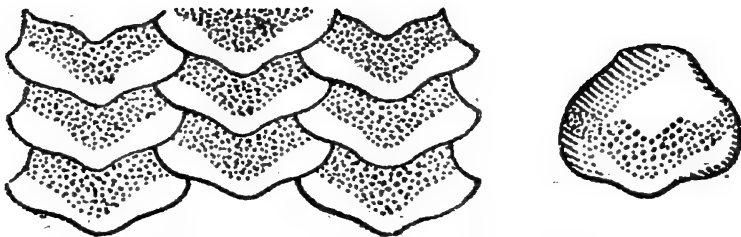

Fig. 3. — Écailles de goujon.
**3. Les écailles.** — Tout le corps est recouvert de lamelles rondes, brillantes, les *écailles* (fig. 3). Avec un couteau, grattons de l'arrière vers l'avant un goujon mort; les écailles se soulèvent par leur bord arrière et nous voyons qu'elles sont fixées au corps par leur bord avant; elles se recouvrent en partie, comme les tuiles d'un toit.